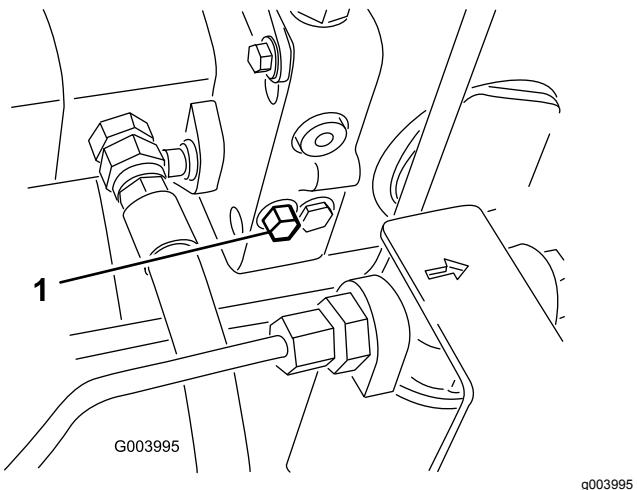

Рисунок 68
- Чтобы открыть перепускной клапан и обеспечить внутренний перепуск масла, поверните болт клапана на 1,5 оборота (Рисунок 68).